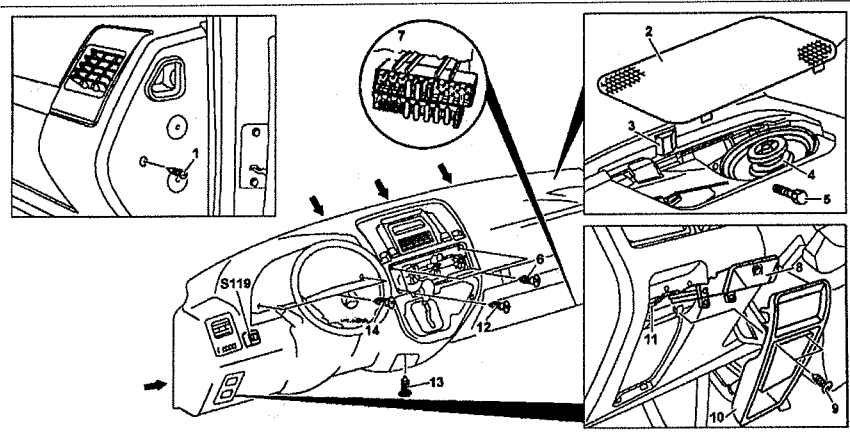

**Рис. 11.10. Центральная крышка панели приборов:**
3. Снимите ручки переключателей 2 (см.рис.11.10).